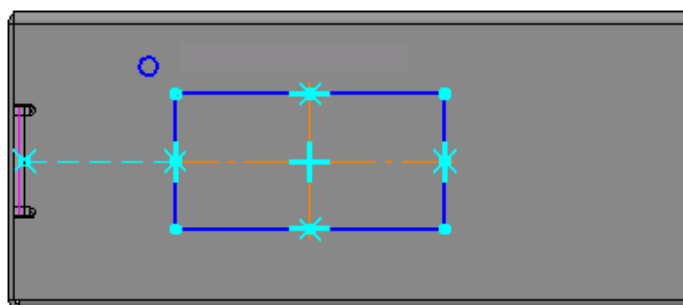

Рисунок 52.
- Несколько выше и левее прямоугольника постройте небольшую окружность (рис. 52).